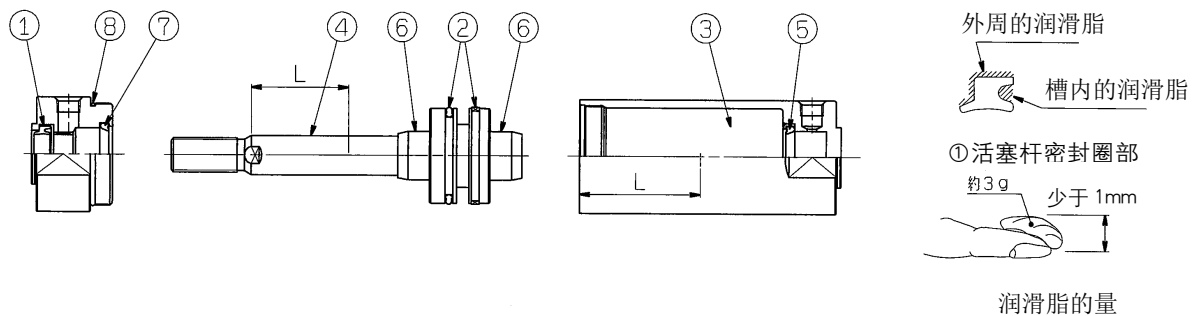

图 8. 润滑脂的涂抹位置
向图 8 所示的气缸各零部件位置涂抹润滑脂, 1 本 100 行程的气缸所需润滑脂的量参见表 8。食指可舀起的量约为 3(g)。
#### 1) 活塞杆密封圈 (图 8, ①)
#### 2) 活塞密封圈 (图 8, ②)
#### 3) 缸筒静密封圈 (图 8, ③)